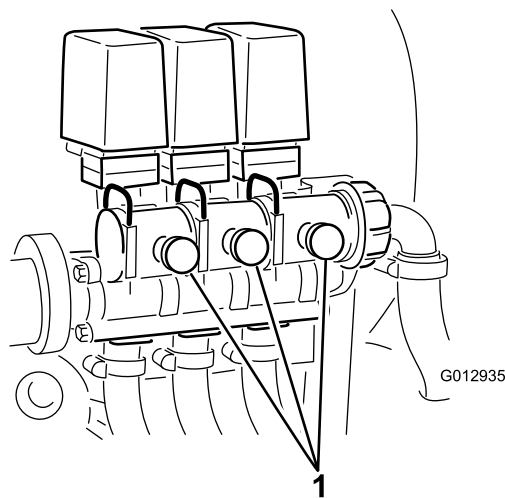

図 24
9. OFF にしたブームのブームコントロールバルブの裏側についているバイパスバルブ **図 24** を使って、上記手順7で設定した水圧と同じ水圧に調整する。